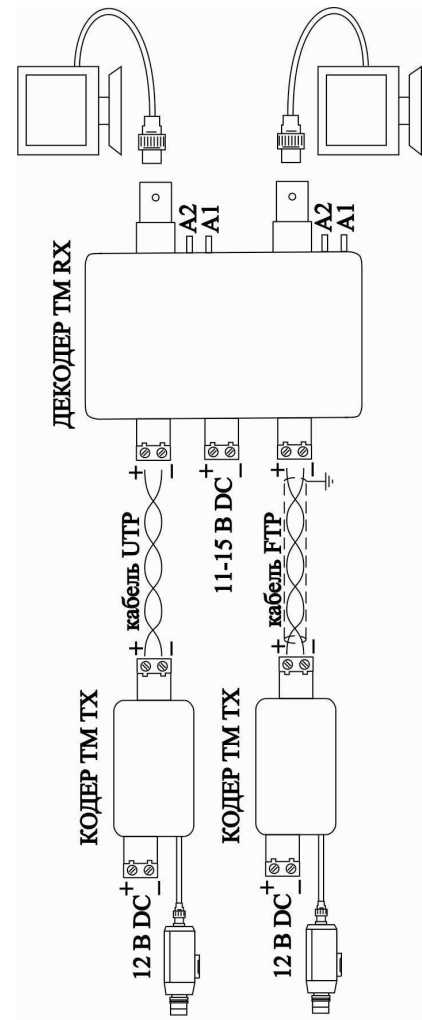

РИС.1. СХЕМА ВКЛЮЧЕНИЯ КОМПЛЕКТА TWIST-MINI-2CH
1. Соединение кодера и декодера по цепи «Линия» должно производиться выделенной симметричной витой парой, изолированной от всех других проводов, а также от любых металлических конструкций. Пример соединения комплекта с использованием кабеля FTP, UTP показан на рис. 1.
Подключите комплект к линии связи и цепям питания согласно рис.1.